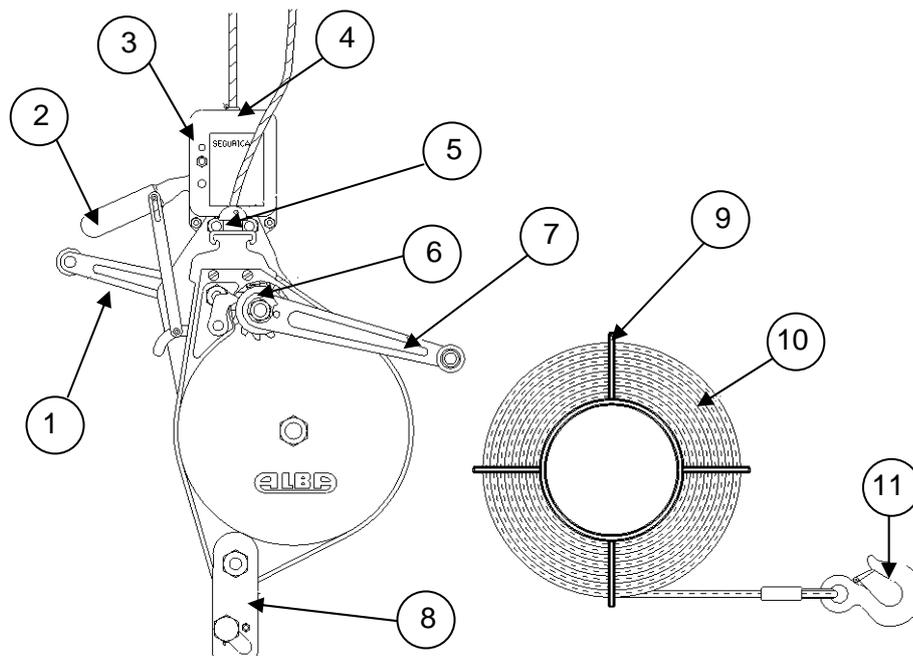

Fig. 1-12 Componentes CO-500
- Trinquete de retención: actúa continuamente sobre el mecanismo interior impidiendo su descenso. Es necesario mantener este mecanismo libre de residuos que puedan afectar a su funcionamiento normal. (Ver 6 en Fig. 1-12).
- Mecanismo de protección ante sobrecargas: evita que el Aparejo Elevador pueda subir con sobrecarga. (Ver 8 en Fig. 1-12).